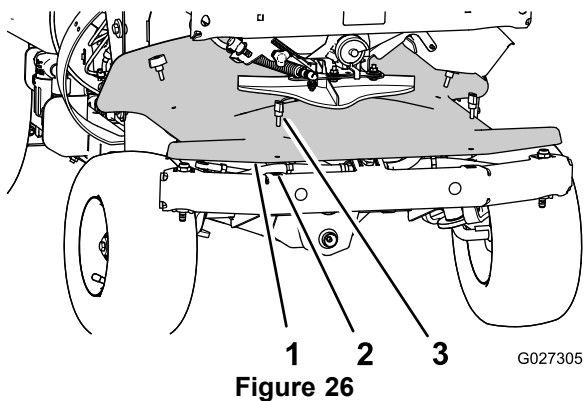

Figure 26
3. Retirez les 4 vis à oreilles qui fixent le couvercle avant (sous la turbine) au châssis et déposez le couvercle (Figure 26).